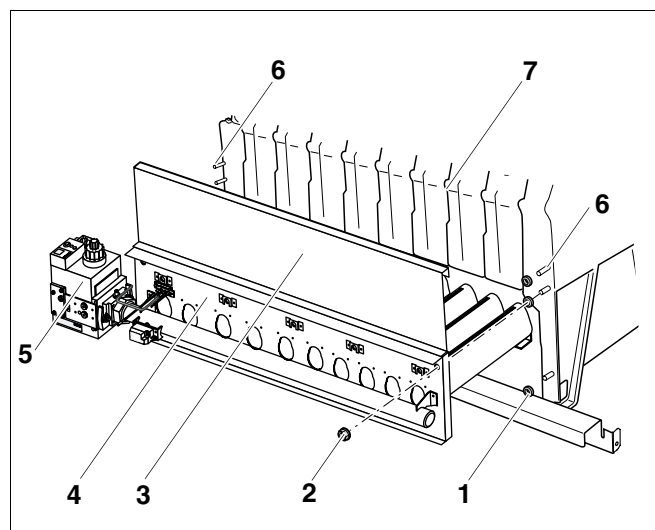

Fig. 41 Montarea arzătorului pe gaz
- Se poziționează distanțierii (fig. 41, **poz. 1**) pe prezoanele (fig. 41, **poz. 6**) cazanului de încălzire.
- Capacul de curățare (fig. 41, **poz. 3**) care se află deasupra tăbliței arzătorului (fig. 41, **poz. 4**) se poziționează pe nervurile (fig. 41, **poz. 7**) blocului de cazan.
- Se introduce în focar arzătorul de gaz (fig. 41). Rampa de gaz (fig. 41, **poz. 5**) trebuie să se afle la partea din spate a cazanului de încălzire.
- Arzătorul de gaz (fig. 41) se fixează cu piulițe și șaibele aferente (fig. 41, **poz. 2**) de prezoane (fig. 41, **poz. 6**).